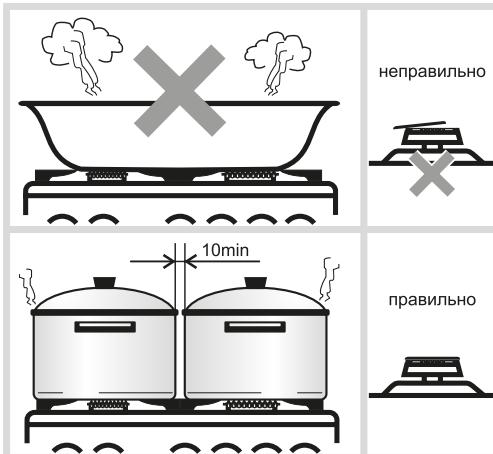

Рис.15
- Размеры посуды (см. табл. 4 и рис.15) и режим работы горелок нужно выбирать таким образом, чтобы пламя не выходило за края и не «лизало» боковые стенки.